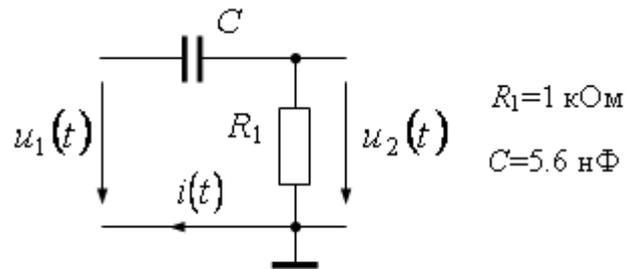

Рис. 3.1.1. Схема цепи первого порядка
3.1 Нарисовать и собрать виртуальную электрическую схему рис. 3.1.1. Провести расчет переходной функции. Сохранить результаты в электронном виде.
3.2. Рассчитать переходной процесс в цепи рис. 3.1.1 при изменении сопротивления от 1 кОм до 5 кОм с шагом 2 кОм.